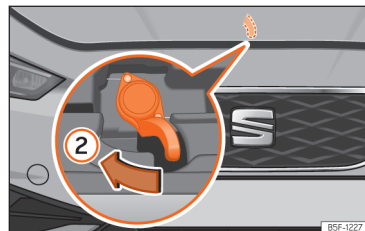

Fig. 224 Manetă sub capotă.
- Pentru ridicarea capotei, apăsați spre stânga maneta amplasată în partea centrală de sub capotă » » » fig. 224 ②. Cârligele de fixare sunt deblocate.